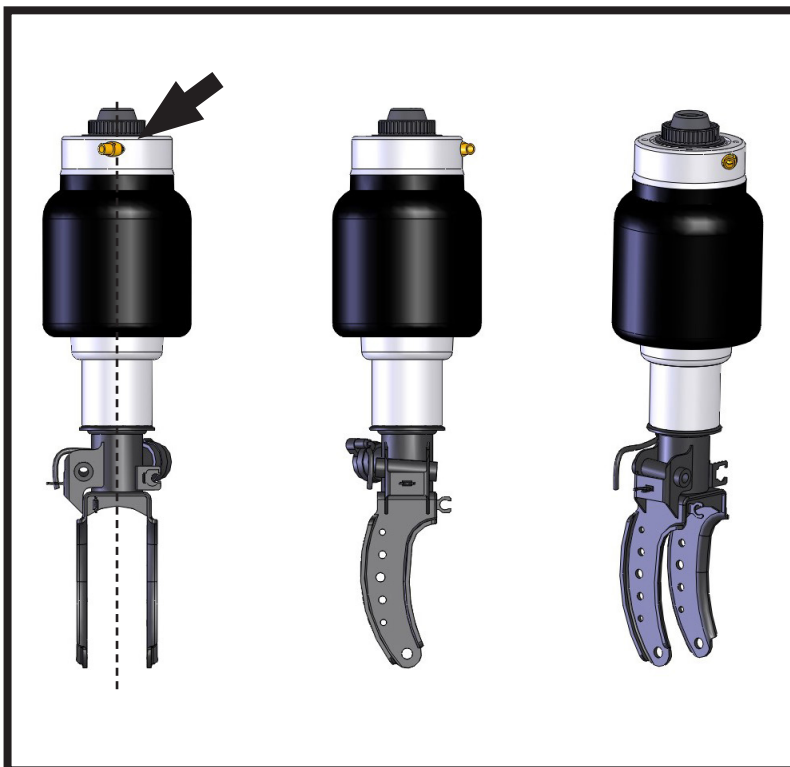

FIGURA 20-7
8. ALLINEARE L'INGRESSO ARIA ALLE FORCELLE DELL'AMMORTIZZATORE (FIGURA 20-7).